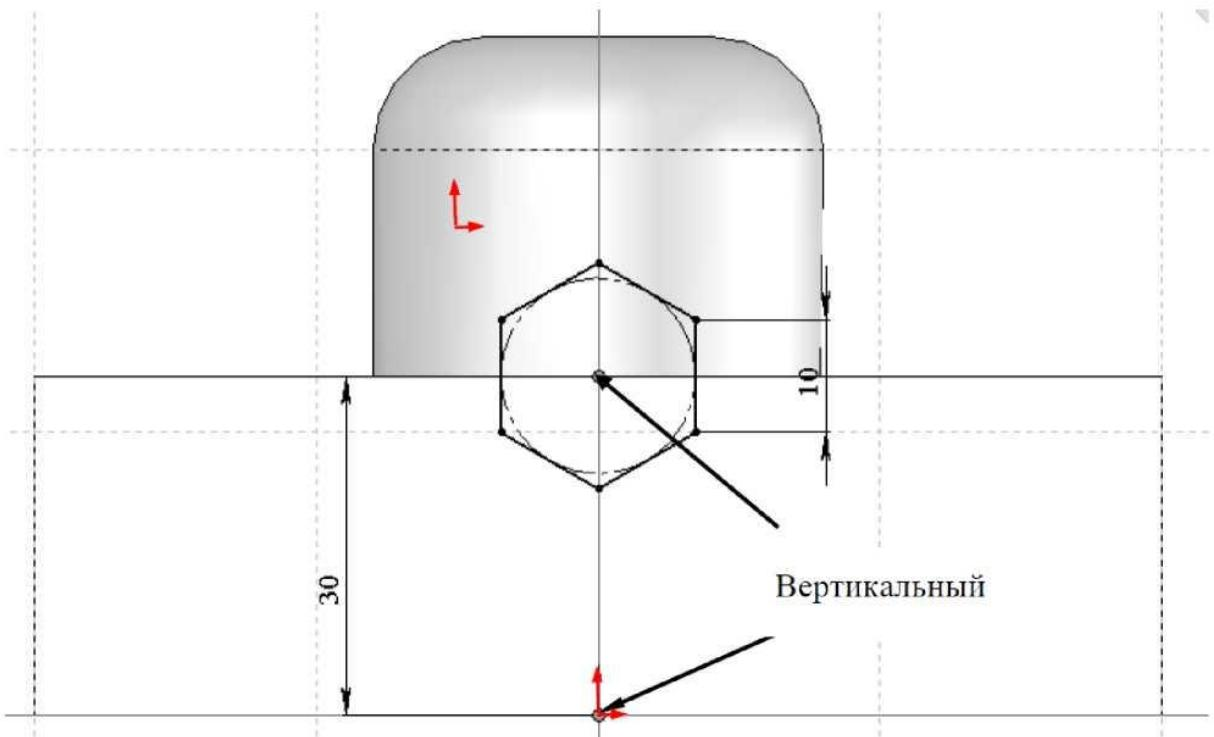

*Рис. 30. Встановлення взаємозв’язку “Вертикальний” для однієї з сторін многокутника.*
8.4 Для вказаного об’єкту необхідно виконати взаємозв’язок елементів многокутника для визначення його орієнтації в площині. Для цього необхідно активізувати функцію “Добавить взаимосвязь”, натисканням лівої кнопки миші на одну з кромок шестикутника встановити взаємозв’язок “Вертикальний”, как вказано на рис. 30.